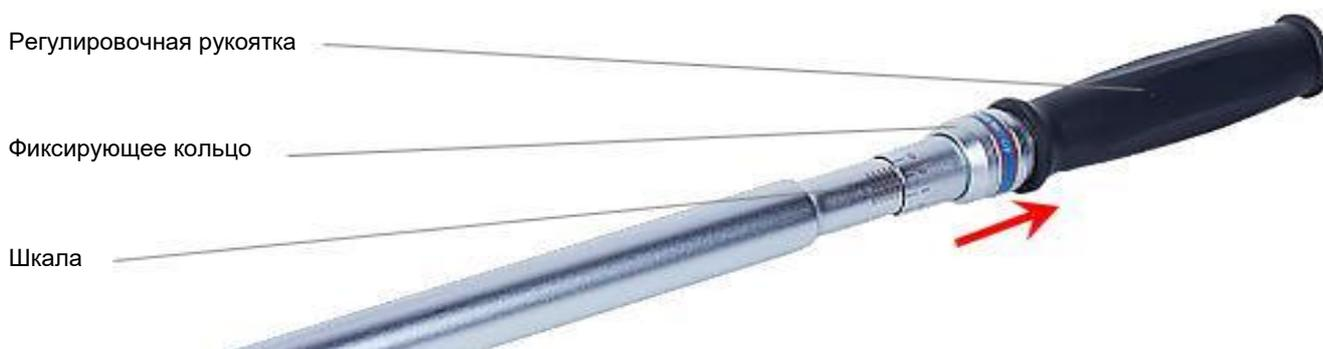

Рис. 2
- Перед началом работы с ключом серии 34662-1DG необходимо произвести настройку ключа (Рисунок 2):